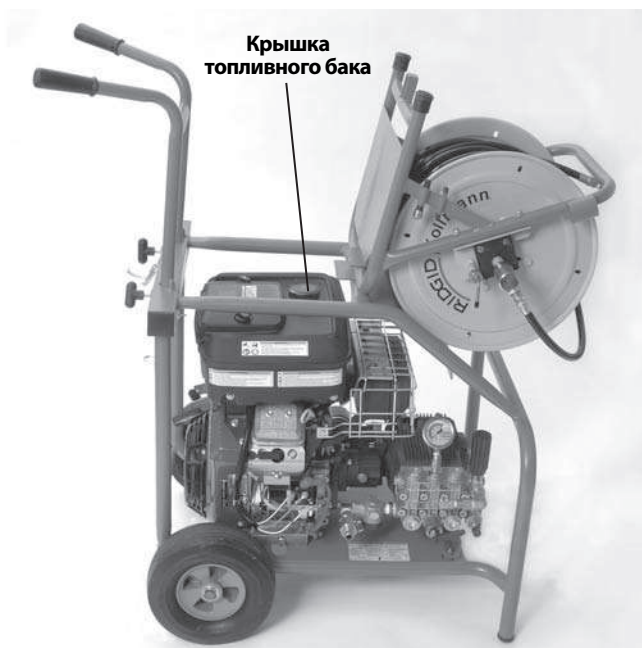

Рис. 8 - Доступ к топливному баку KJ-3100
- Проверяйте уровень топлива в двигателе. На гидродинамической машине KJ-3100 освободите защелку катушки со шлангом и проверните ее вперед до упора в раму, чтобы обеспечить доступ к крышке топливного бака двигателя, см. рис. 8. При необходимости долейте неэтилированный бензин. Более подробная информация представлена в руководстве по эксплуатации двигателя. Во время работы с бензином соблюдайте осторожность. Заправку топливом осуществляйте в хорошо проветриваемом месте. Запрещается чрезмерно заполнять топливный бак бензином и проливать бензин. Убедитесь, что крышка топливного бака плотно закрыта.